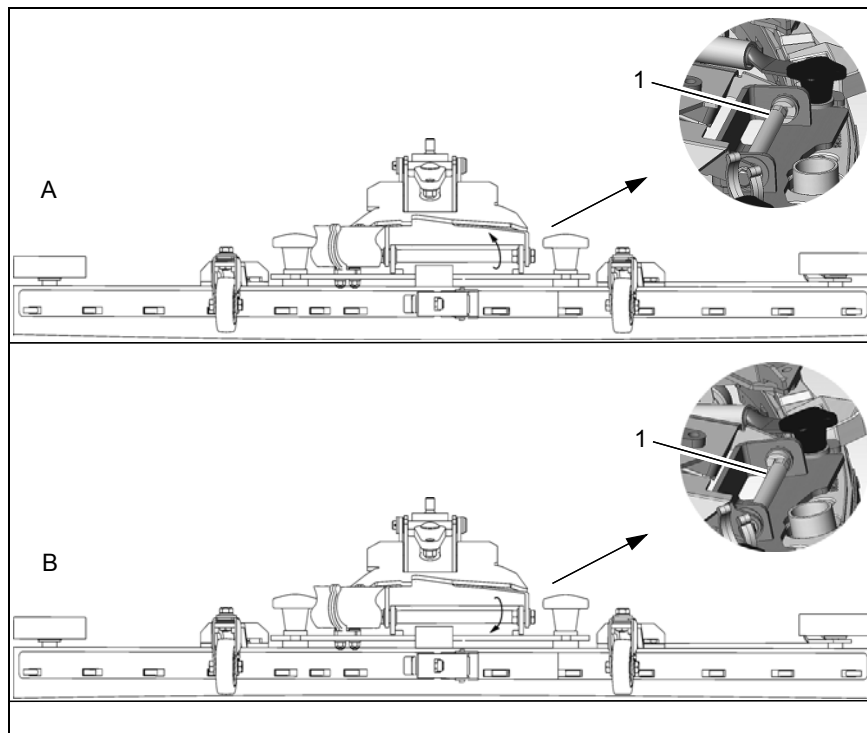

Fig.2
2. Desaperte os parafusos do veio central para ajuste de ângulo do rodo (Fig. 2/1) e ajuste o rodo usando o veio (SW13), de modo a que as extremidades das borrachas de aspiração continuem em contacto com o piso.